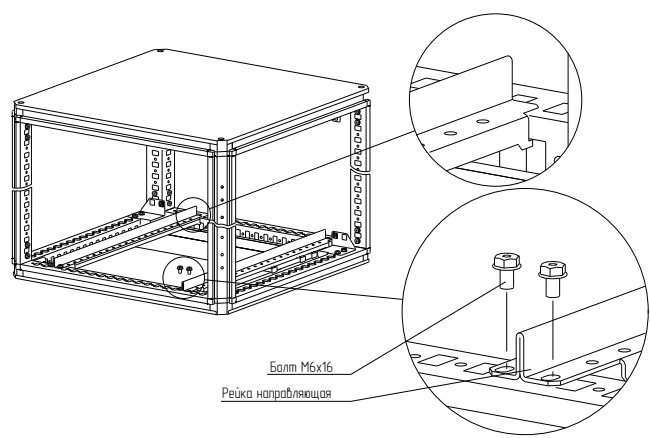

Рисунок 13
4.5.5 Для удобства установки панели монтажной рекомендуется применять направляющие рейки (рисунок 13). Направляющие рейки необходимо закрепить на основании болтами М6×16. Момент затяжки – 7 Н·м. Направляющие рейки приобрести отдельно.